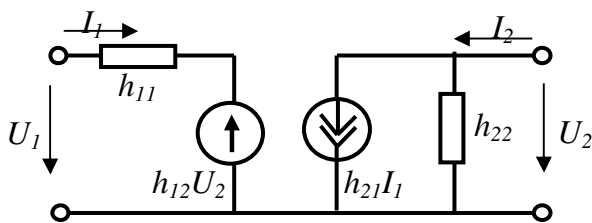

Рис.8.
Для малого сигнала в активном режиме транзистор рассматривается как линейный четырехполюсник. На рис.8 приведена формальная схема замещения транзистора в системе h -параметров. Эта схема отображает систему уравнений (7) и не содержит ничего сверх этого. На высоких частотах начинает сказываться инерционность транзистора и H -параметры становятся частотно зависимыми.